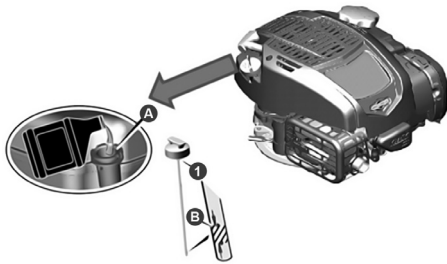

Рис. 5 Расположение крышки-щупа маслосазливной горловины
2. Открутите крышку-щуп маслосазливной горловины и извлеките щуп 1 (Рис. 5).
5. Аккуратно вытащите щуп и осмотрите его. Уровень масла должен соответствовать верхней отметке на щупе (Рис. 5).
2. Выкрутите крышку-щуп маслосазливной горловины и извлеките щуп (Рис. 5).
При недостаточном уровне масла в картере необходимо долить чистое масло до верхней отметки на щупе (Рис. 5).